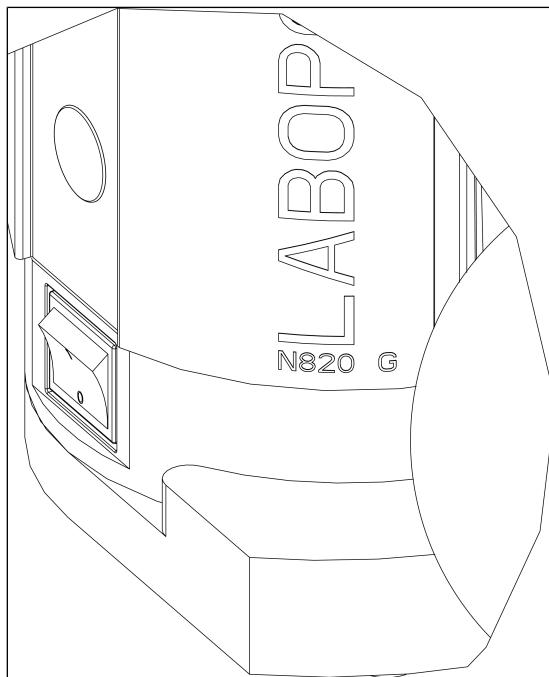

Fig.7: Mise sous / hors tension du système de vide à l'aide de l'interrupteur d'alimentation
- Mettez le système de vide sous tension à l'aide de l'interrupteur d'alimentation (voir Fig. 7).